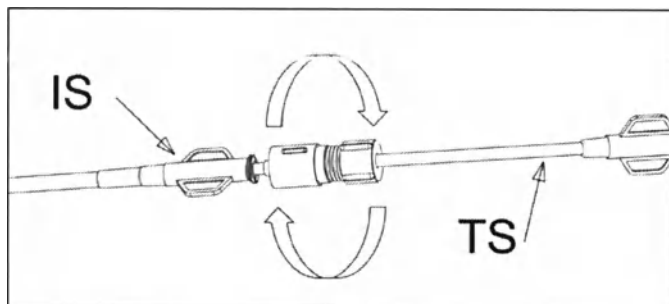

Fig. 11
- Подсоедините транспортировочный интродьюсер (TS) к имплантационному интродьюсеру (IS), повернув транспортировочный интродьюсер (рис. 11).